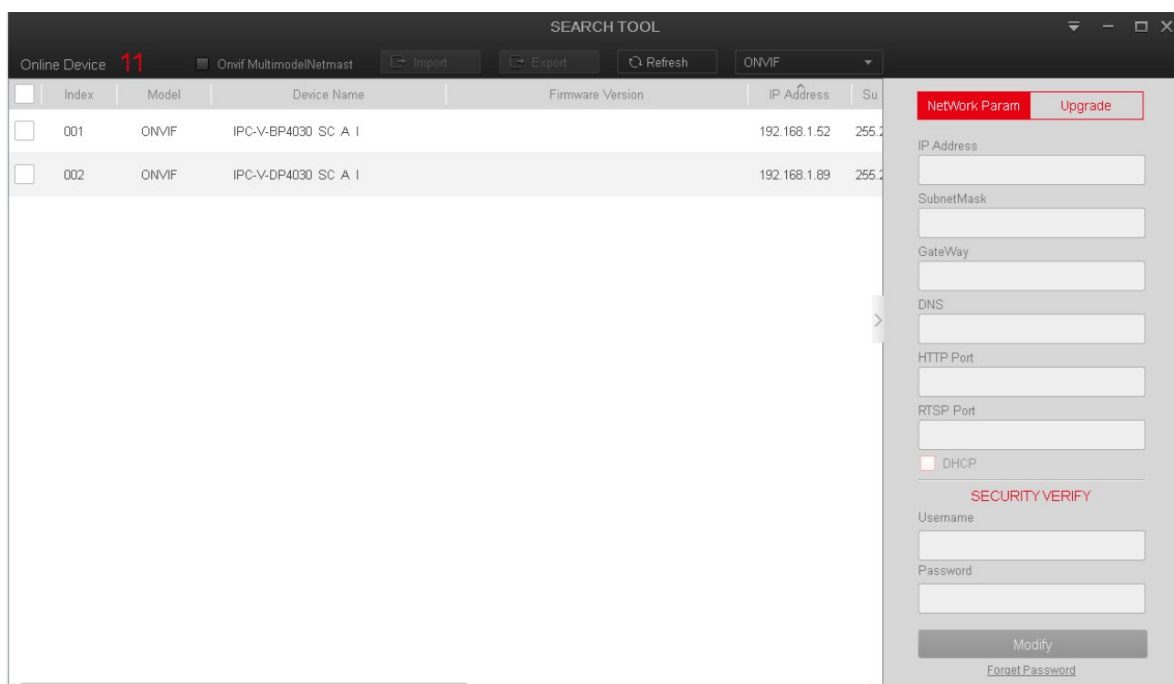

Figura 3.2: Lista dispositivo IP
- Use o IP Search Tools para encontrar e listar automaticamente as câmeras conectadas a rede Local, como mostrado na Figura 3.2.